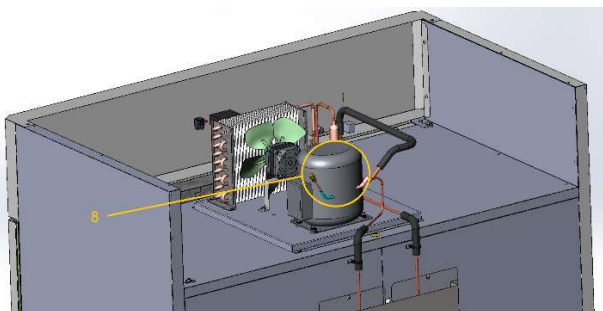

Рис. 15
13. Ключи от замков дверей (8) закреплены на компрессоре - рис. 15.